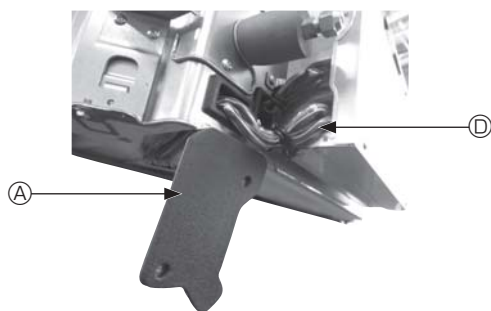

Fig. 4-4
- ① Rimuovere le due viti di fissaggio del copricavi dell'unità principale, quindi aprire il copricavi.
- ② Inserire i cavi dell'i-See sensor e del ricevitore di segnale nella scatola dei componenti elettrici facendoli passare attraverso gli ingressi dei cablaggi, come illustrato nello schema, e intorno alle boccole sul lato dell'unità principale. (Fig. 4-4)